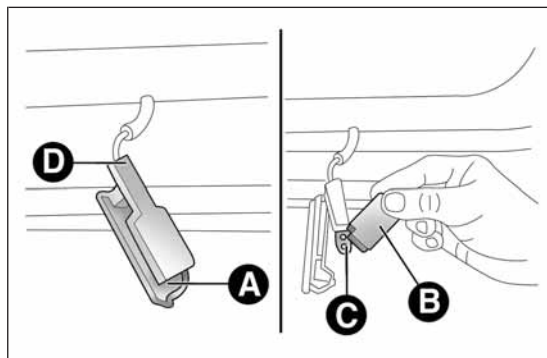

fig. 150
- ❑ abrir la puerta y extraer el plafón empujando con un destornillador sobre la ballestilla A fig. 150;
- ❑ presionar lateralmente sobre la protección B fig. 150 en correspondencia con los dos pernos de fijación y sustituir la lámpara C;